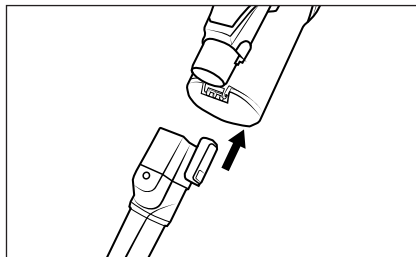

Fig. 14
- ◆ Împingeți accesoriul în țeava de aspirare 23 sau în orificiul de aspirație al aparatului până se aude un clic sonor și se fixează (a se vedea fig. 14). Atenție la poziția de fixare corectă.